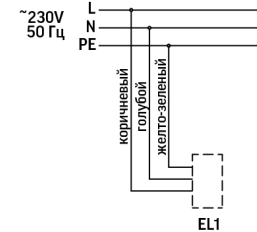

Рисунок 1
- Электрическое подключение светильника осуществляется через клеммную колодку, установленную на внутренней поверхности корпуса светильника. Подключите сетевой провод к контактам клеммной колодки светильника строго в соответствии с маркировкой и схемой подключения (Рисунок 1). Сечение проводников кабеля должно быть не более 2,5 мм2. Важно! ЗАЗЕМЛИТЕ СВЕТИЛЬНИК!